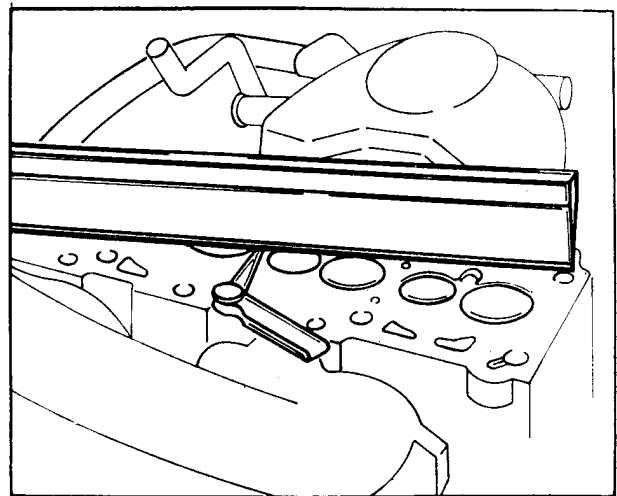

Bild M 22. Zylinderkopf überprüfen
- (4) Zahnriemenrad für Nockenwelle
- (5) Flanschschraube ( $M_t = 75 \text{ Nm}$ )
- (6) Sechskantschraube ( $M_t = 10 \text{ Nm}$ )
- (7) Sechskantschraube ( $M_t = 20 \text{ Nm}$ )
- (8) Zahnriemen
- (9) Zylinderschraube
- (10) Zylinderkopf
- auf Verzug überprüfen (siehe Bild M 22)
- (11) Zylinderkopfdichtung